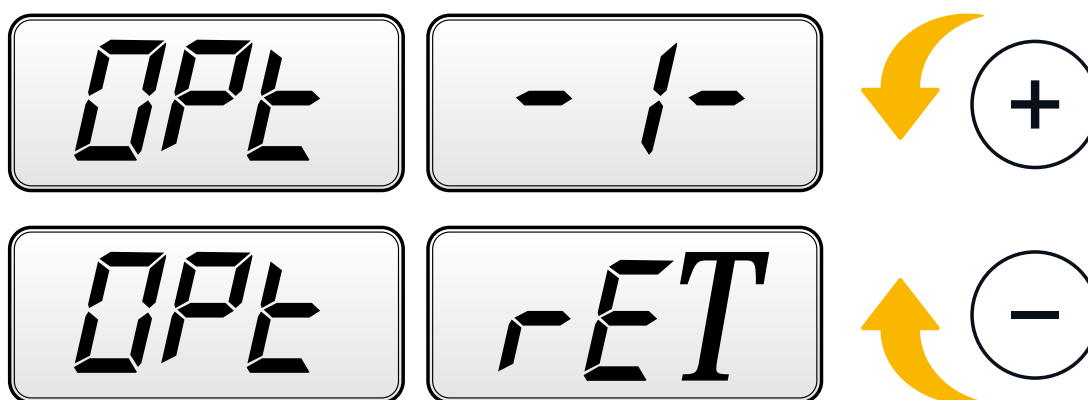

Figura 8.1 Acesso aos programas de Otimização
1. Pressione **[F+P4]**. A tela exibirá as opções mostradas na **Figura 8.1**. Pressione **[P4]** ou **[P5]** e